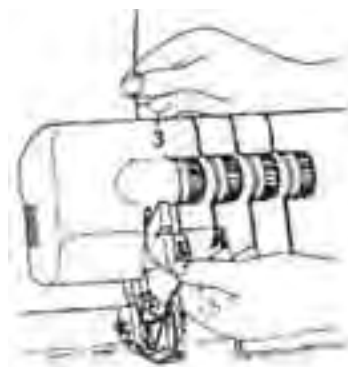

Fig. 31
3. Tenez le fil avec les doigts, guidez-le entre les disques du sélecteur de tension du fil **14** et tirez-le ensuite vers le bas (3) (Fig. 31).